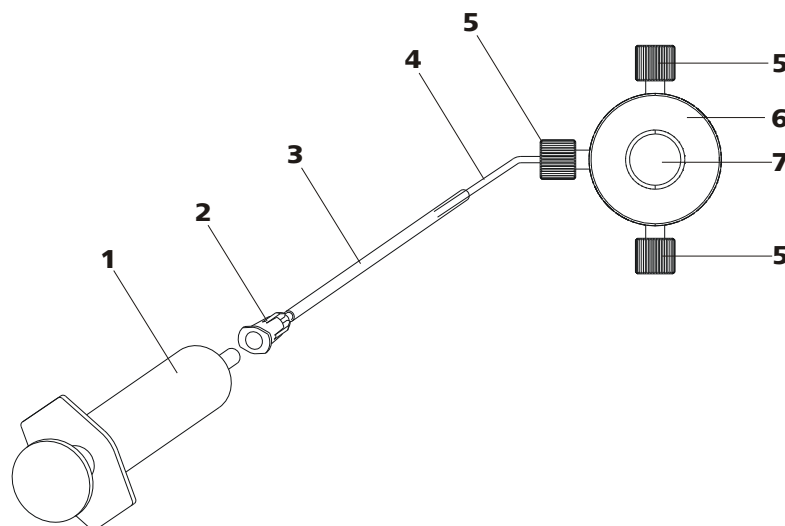

Abbildung 16 Hochdruckpumpe entlüften
Entlüften Sie die Hochdruckpumpe wie folgt (*siehe Abbildung 16, Seite 35*):
- Spritze (16-1) in den Luer-Anschluss (16-2) der Purge-Kanüle stecken (siehe Abbildung 16, Seite 35).